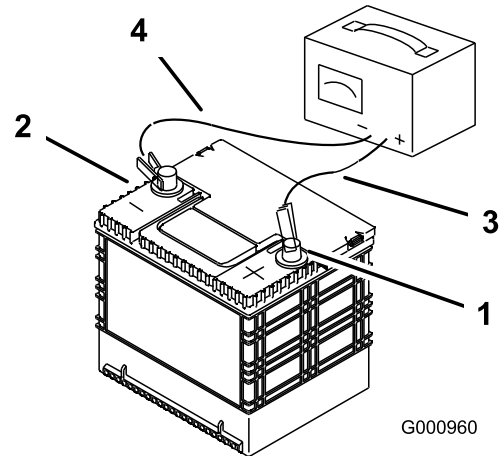

図 54
3. 充電が終わったら、チャージャのプラグをコンセントから抜いてから、チャージャのリード線をバッテリー端子から外す 図 54。